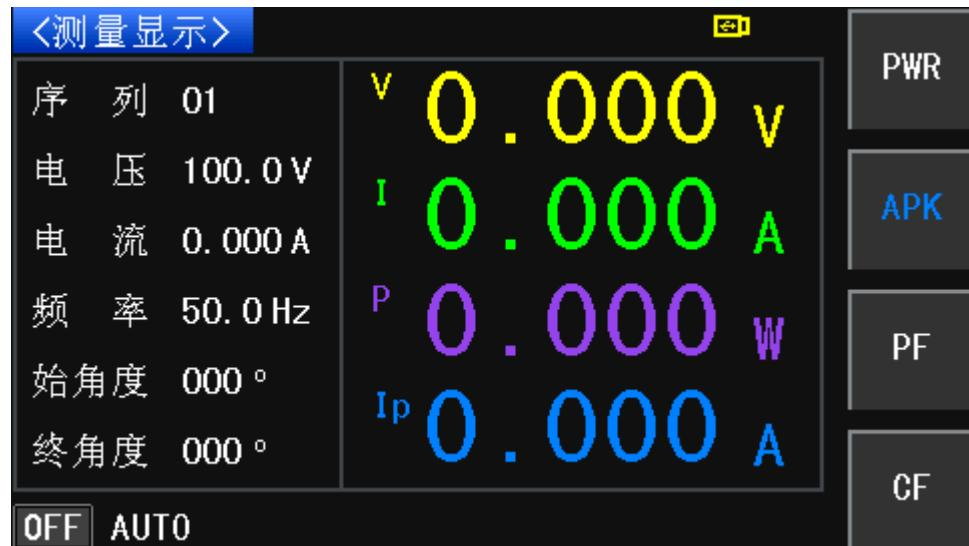

图 3-5 配置显示 4 键
该软键是用来配置参数显示 4 所需要输出的参数，按下此软键可以选择功率参数 (PWR)、峰值电流参数 (APK)、功率因素参数 (PF)、峰值因素 (CF)。如图 3-5 所示：